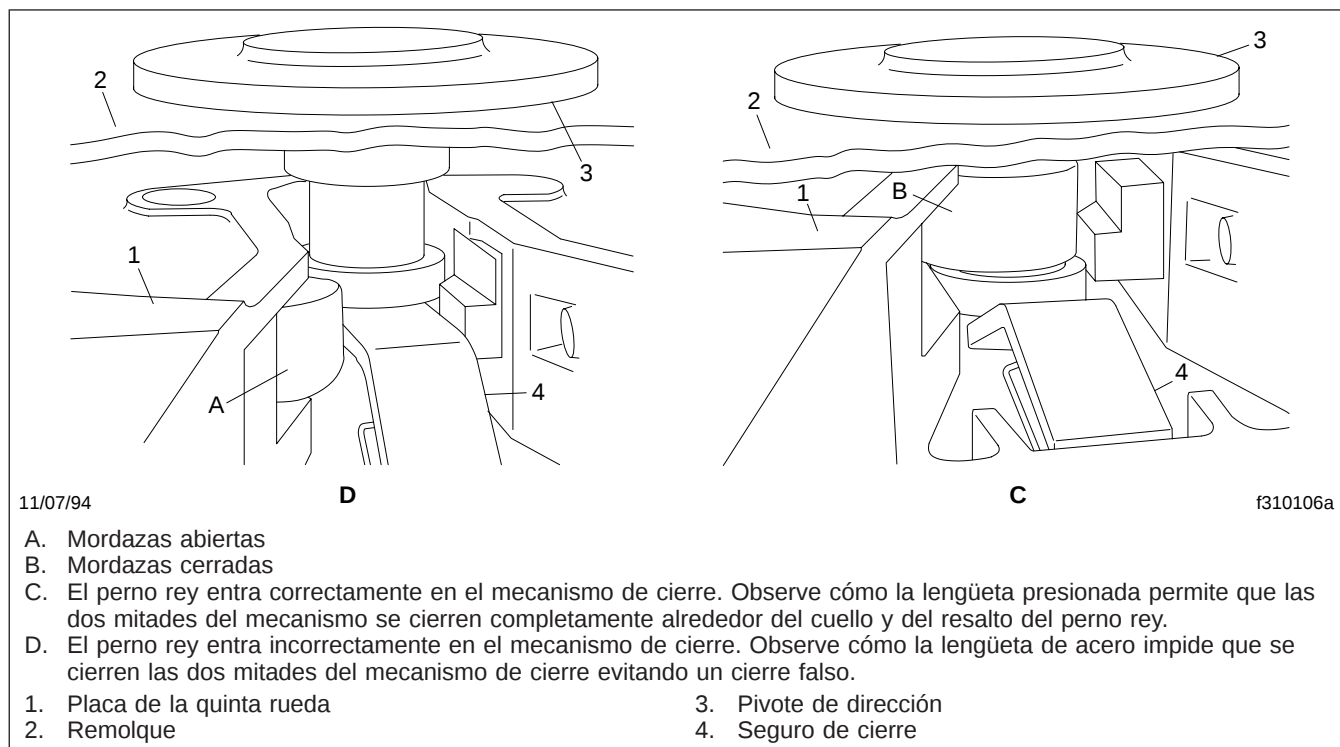

Figura 10.5, Mecanismo de seguro de cierre (vista desde atrás)
El seguro de cierre Holland (**Figura 10.5**) es un dispositivo que se usa en todos los modelos e impide un cierre falso. El seguro de cierre consta de una lengüeta lisa tensada por resorte. El perno rey pasa por encima de esta lengüeta y la oprime al entrar en el mecanismo de cierre. El seguro de cierre impide que se acople el mecanismo de cierre antes de que el perno rey entre completamente. Si el perno rey entra incorrectamente en la quinta rueda y no presiona la lengüeta, las mordazas no se pueden cerrar.
3. Coloque el tractor de manera que la abertura del mecanismo de cierre de la quinta rueda esté alineada (tanto vertical como horizontalmente) con el perno rey del remolque. El perno rey debe estar en una posición que le permita entrar en la garganta del mecanismo de cierre, para impedir un cierre falso. Vea la **Figura 10.5**. Ajuste los patines del remolque para dar suficiente altura de alineación para que la quinta rueda levante el remolque con las rampas.